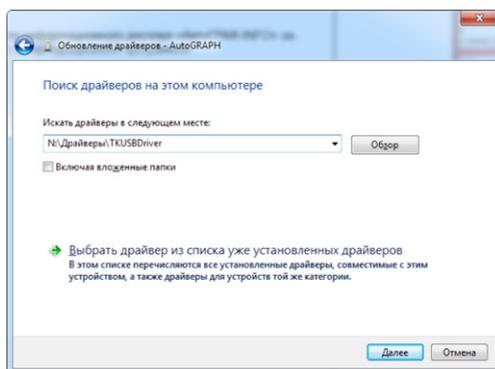

Рис.2
- Выполните установку драйвера вручную из указанного места. Укажите путь к папке с распакованными драйверами и выполните установку (рис.2).